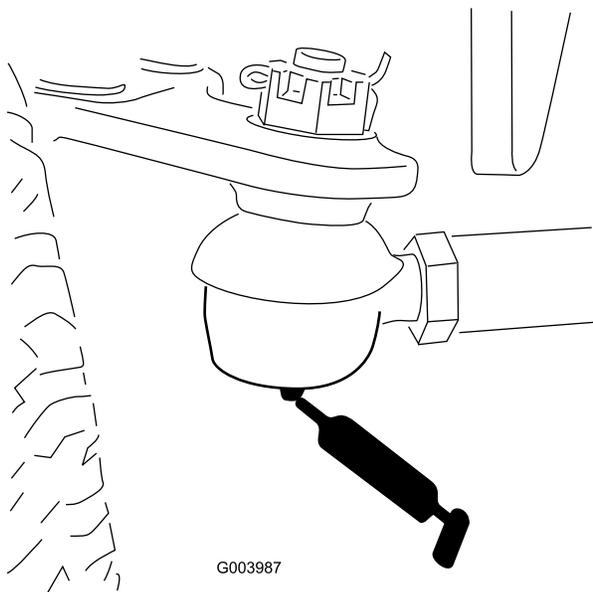

Figura 56
- Tirante del ponte posteriore (2) (Figura 56)